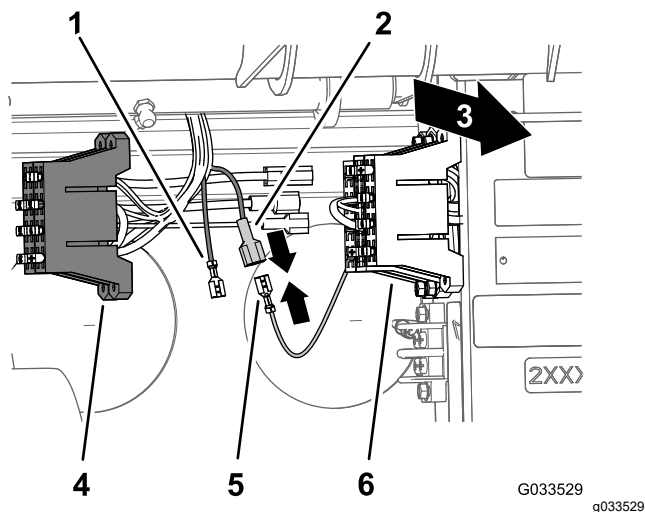

Figura 25
2. Localizai borna neizolată de la capătul cablului de putere deschis, de culoare galbenă, al blocului de sigurane al mainii i borna lamă izolată de la capătul cablului de putere galben opțional al blocului de sigurane al cablajului pulverizatorului (Figura 25).
3. Cuplai borna neizolată a blocului de sigurane al mainii la borna lamă izolată a blocului de sigurane al pulverizatorului (Figura 25).